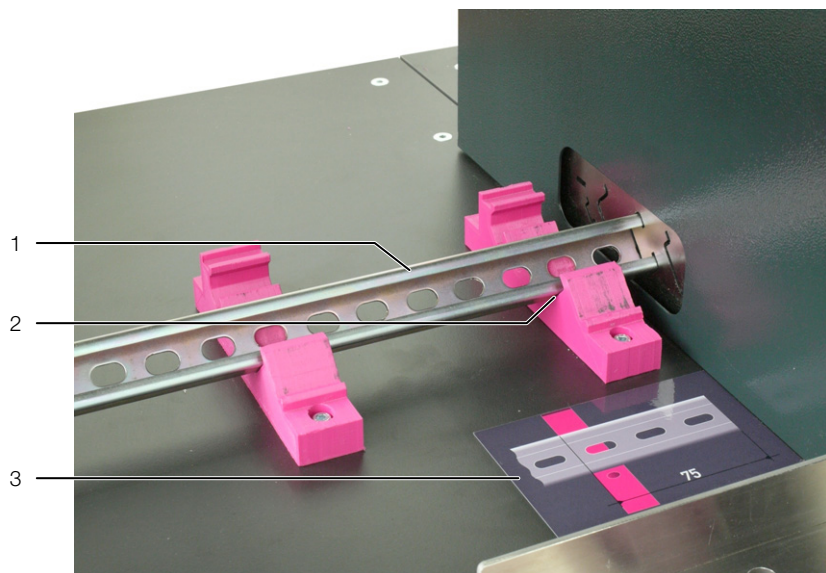

Fig. 14: Placering af montageskinnen i holderen
- Placer montageskinnen ved mærkatene på en sådan måde, at denne peger nøjagtigt mod et muligt skæringspunkt, der passer til hulmønsteret (som regel midt imellem to langhuller, fig. 14).